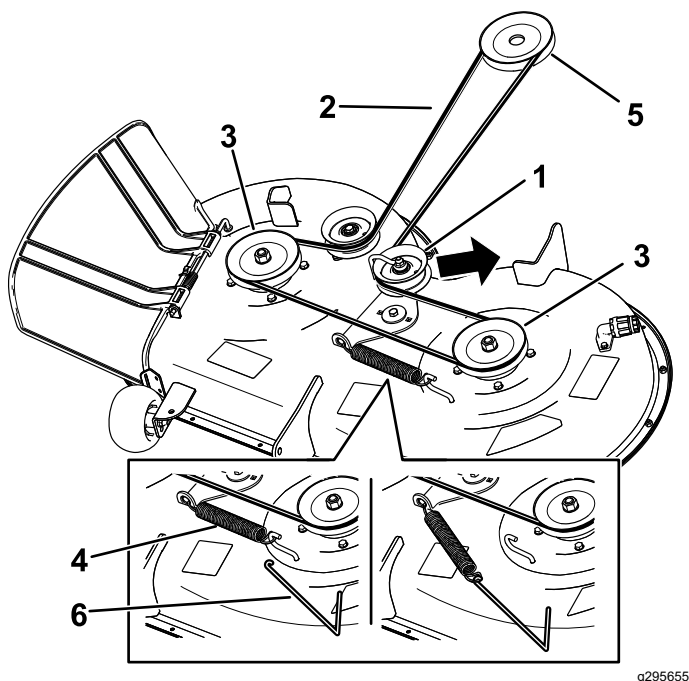

Figura 49
6. Usando una herramienta para la retirada de muelles (Pieza Toro N° 92-5771), retire el muelle tensor del gancho de la carcasa para eliminar la tensión de la polea tensora, y retire la correa de las poleas (Figura 49).
7. Pase la correa nueva alrededor de las poleas del motor y del cortacésped (Figura 49).
8. Usando una herramienta para la retirada de muelles (Pieza Toro N.º 92-5771), instale el muelle tensor sobre el gancho de la carcasa y tense la polea tensora y la correa (Figura 49).